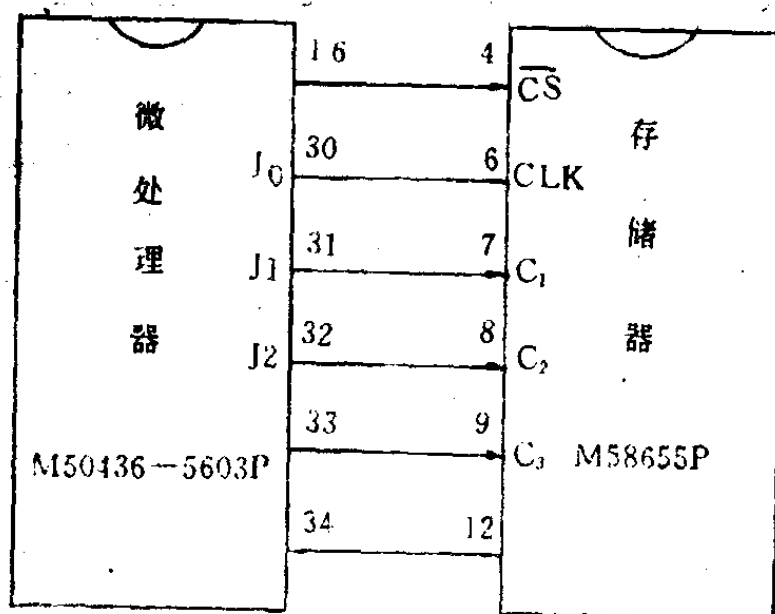

图 4-14 M50436-560SP 与 M58655P 的连接
电可改写只读存储器 M58655P 与微处理器 M50436-560SP 在电路中的联系如图 4-14 所示。这些相互之间的连接关系, 除了 M58655P 的④脚与 M50436-560SP 的⑩脚、M58655P 的⑫脚与 M50436-560SP 的⑭脚这两路联系属于“单线”联系之外, 其它各脚的连接不仅包括图中所示的部